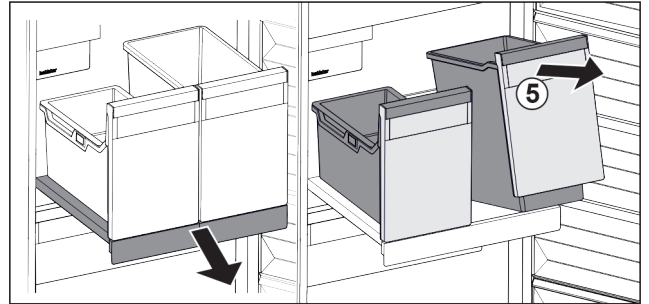

Fig. 100
- ▶ Posodo Fig. 100 (5) dvignite naprej.